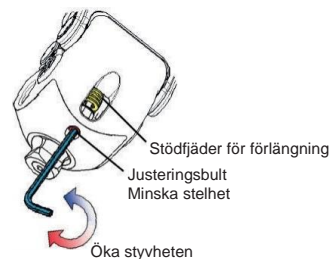

Fig. 10 Så här justerar du förlängningshjälpfjäders
- Justera justerskruven som visas i Fig. 10 med en 2,5 mm sexkantsnyckel.